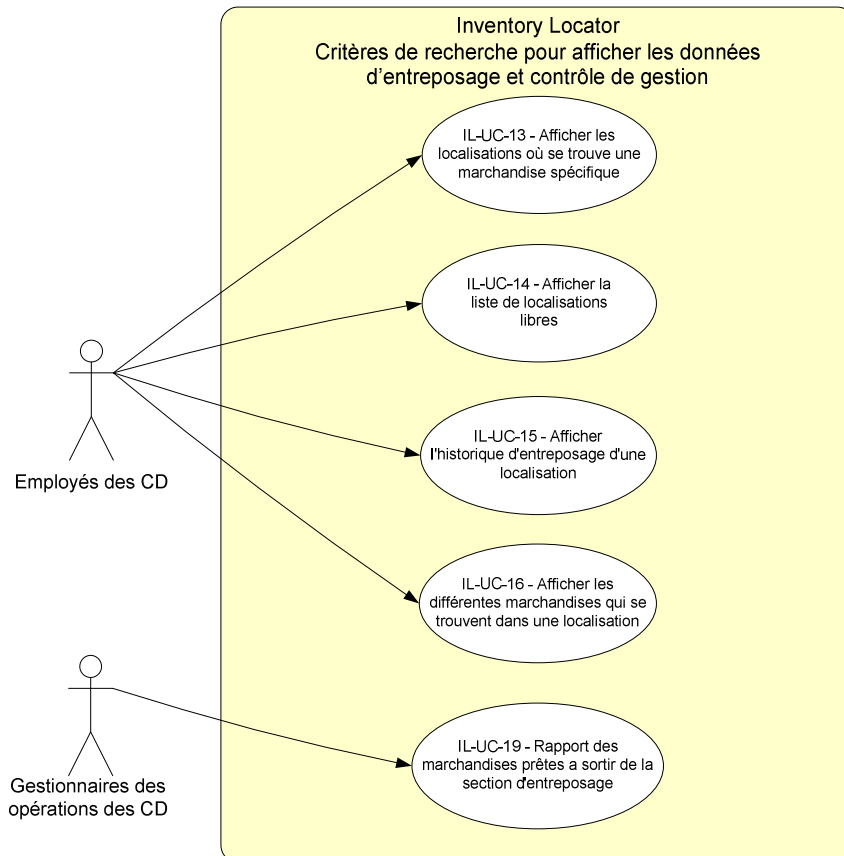

Figure 4 : Critères de recherche pour afficher les données d'entrepasage et contrôle de gestion
3. Critères de recherche pour afficher les données d'entreposage et de contrôle de gestion (Voir figure4).